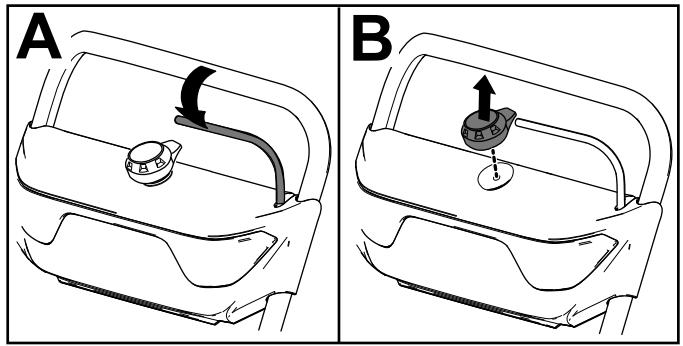

Рисунок 12
1. Отпустите штангу (вид A на Рисунок 12).
2. Выньте кнопку электрического запуска из электрического стартера (вид B на Рисунок 12).